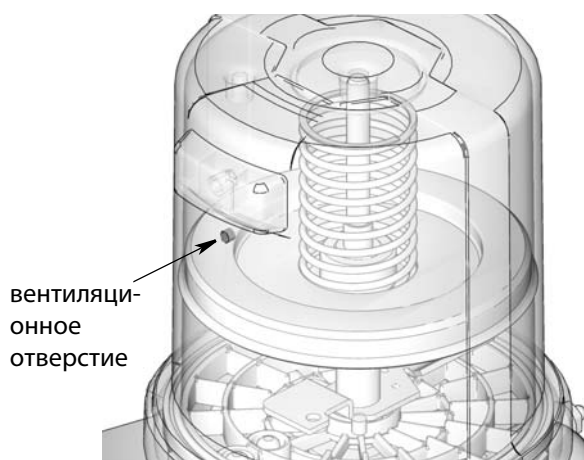

Рис. 24
3. Заливайте смазку в резервуар до тех пор, пока пресс-шайба не откроет вентиляционное отверстие (Рис. 24) и из резервуара не выйдет большая часть воздуха.